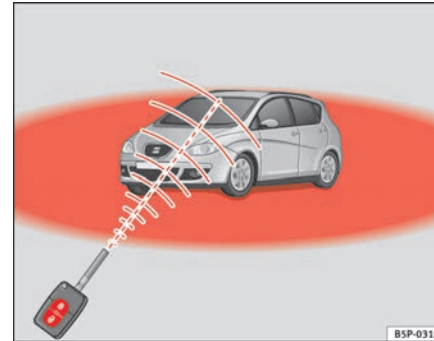

Fig. 65 Radio de acción del mando a distancia por radiofrecuencia
- El mando a distancia por radiofrecuencia funciona únicamente dentro de su radio de acción ⇒ página 105, fig. 65 (zona roja).